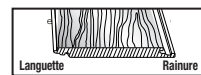
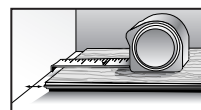

Figure 7
Figure 8
- En commençant à partir de la GAUCHE, rainure face au mur (figure 7), mettez avec précaution la première planche en place (figure 8). Utilisez des cale-clavettes ou des chutes de 13 mm (1/2 po) (figure 9) le long du mur pour la maintenir en place tout en laissant l'espace requis en prévision de la dilatation.
• En commençant à partir de la GAUCHE, rainure face au mur, mettez avec précaution la première planche en place. Utilisez des cale-clavettes ou des chutes de 6 mm (1/4 po) (figures 7, 8, 9) le long du mur pour maintenir la planche en place tout en laissant l'espace requis en prévision de la dilatation.